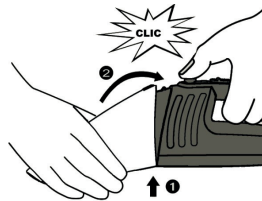

Abbildung 9
- Setzen Sie den Staubbehälter wie in Abbildung 9 gezeigt wieder auf den Motorblock, bis er mit einem "Klicken" einrastet und setzen Sie das Gerät wieder auf den Ladesockel.